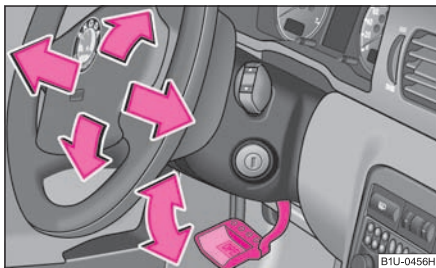

Fig. 98 Volante regulable: Palanca bajo la columna de dirección
- Gire la palanca situada debajo del volante hacia abajo ⇒ fig. 98, ⇒ ⚠.